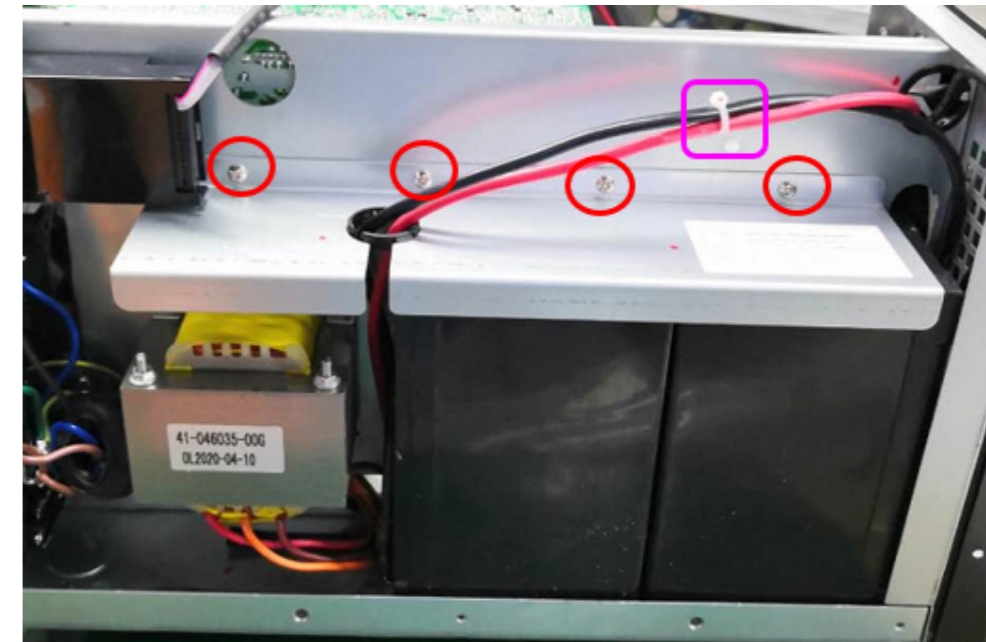

Abbildung 12: Entfernen des Halteblechs
3. Entfernen Sie die Schrauben der Batterieabdeckung und das Halteblech, dass die Batterien gegen Verrutschen sichert. (s. Abbildung 12).